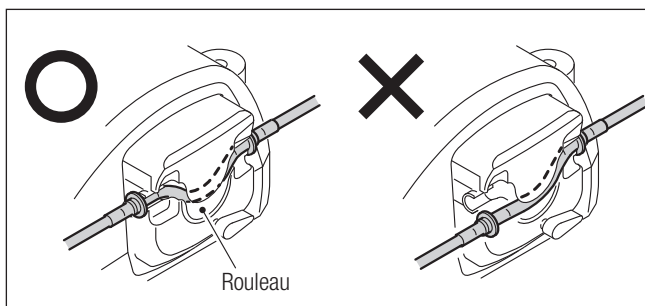

Fig.9
- 4) Assurez-vous que le tube est bien inséré derrière le rouleau, tel que représenté dans l' Fig. 9. Dans le cas contraire, le tube peut être endommagé ou coupé lorsque le couvercle de la pompe est fermé.